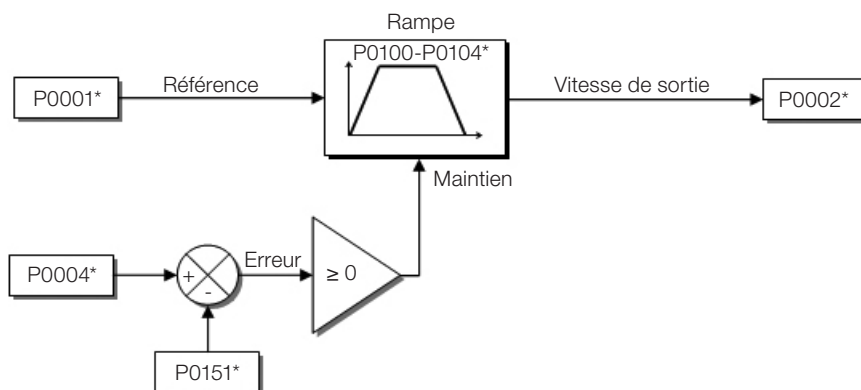
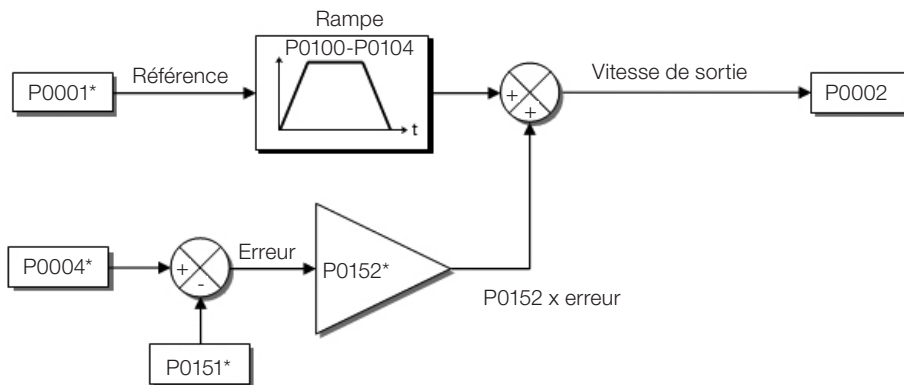
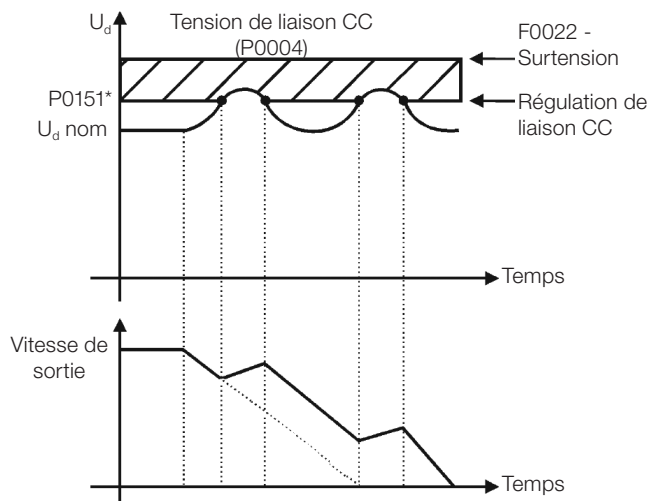

Figure 11.2 : Schéma de principe de la limitation de tension de liaison CC – Maintien de rampe (P0152 = 0 ou P0152 = 2)
Figure 11.4 : Schéma de principe de la limitation de tension de liaison CC – Rampe d'accélération (P0152 = 1 ou P0152 = 3)
Figure 11.5 : Exemple de schéma de limitation de tension de liaison CC – Rampe d'accélération (P0152 = 1 ou P0152 = 3)
- Actionnement : la tension de liaison CC est mesurée (P0004) et comparée à la valeur réglée dans P0151 ; la différence entre ces signaux (erreur) est multipliée par le gain proportionnel (P0152) ; le résultat est ensuite ajouté à la sortie de rampe, comme indiqué sur la Figure 11.4 à la page 11-6 et la Figure 11.5 à la page 11-6.
Figure 11.2 à la page 11-5 à Figure 11.5 à la page 11-6 montrent les schémas de principe et des exemples de schémas.